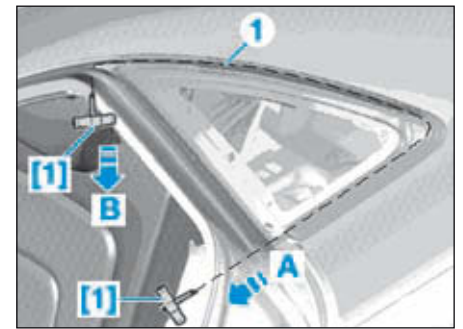

FIG. 16
- Mettre en place le fil tranchant (1) derrière le joint situé dans le flasque de glace (Fig.16).
- Bloqué les extrémités du fil tranchant (1) à l'aide des poignées [1].
- Tirer le fil tranchant (1) vers l'avant dans le sens de la flèche A et couper le cordon de colle.
- Tirer le fil tranchant (1) vers l'avant dans le sens de la flèche B et couper le cordon de colle.